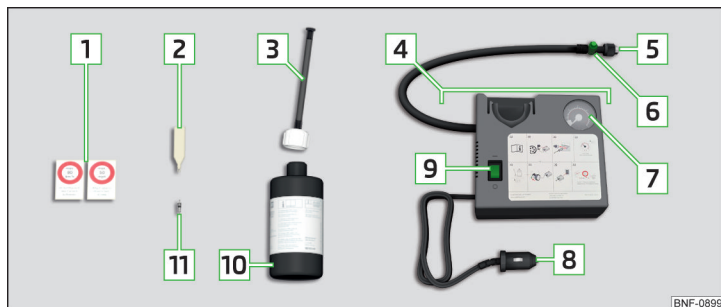

Fig. 156 Descripción del kit de averías
- ▶ Introducir el atornillador de inserto de válvula [2] » fig. 156 de la pág. 137 sobre el inserto de válvula de la manera que el inserto de válvula cabe en la ranura del atornillador de inserto de válvula.
- ▶ Enrosque fija la manguera de llenado del neumático [5] » fig. 156 de la pág. 137 sobre la válvula del neumático.
- ▶ Pegue la etiqueta adhesiva correspondiente [1] » fig. 156 de la pág. 137 sobre el tablero de instrumentos en el campo visual del conductor.